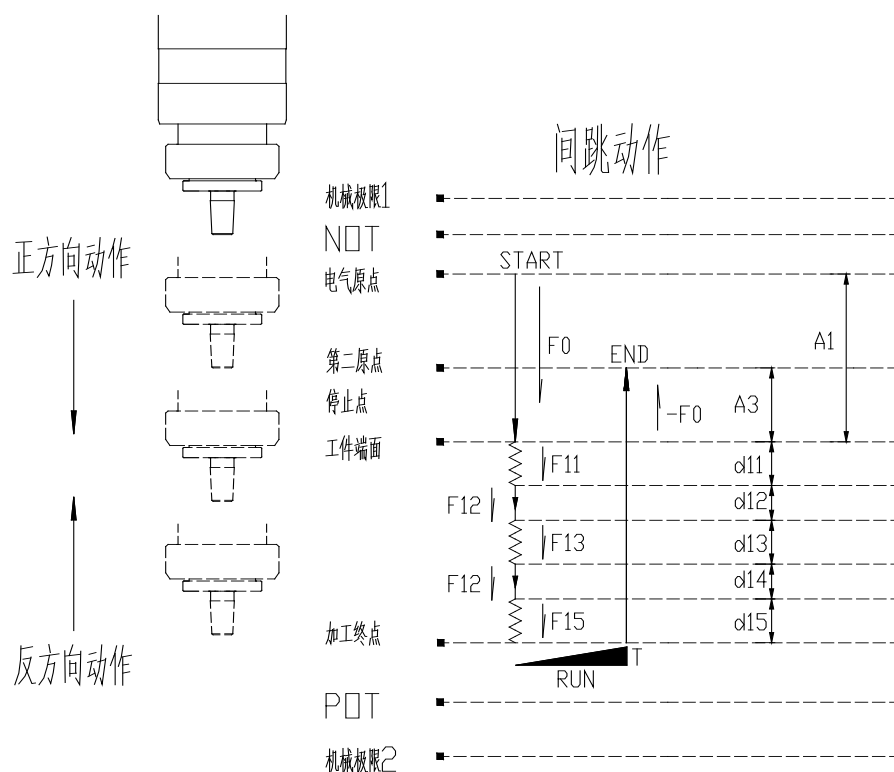

图 10-3 间跳模式动作图
(1) CHOOSE1 信号为 OFF、CHOOSE2 信号为 ON 时跳模式被选择, POS10K 信号此时为 OFF、POS20K 信号此时为 ON。
(2) 周期开始后伺服驱动器输出 RUN 信号, 间跳模式时 (图 10-3): 初期马达以 F0 (P7. 01) 为速度正向前进 A1 (P7. 02) 行程, 至工件表面时马达以 F11 (P7. 19) 为切削速度时的转速, 切削加工 d11 (P7. 14) 行程, 再以 F12 (P7. 20) 为切削速度时的转速, 切削加工 d12 (P7. 15) 行程, 直至 d15 (P7. 18) 段完成后驻停, 延时 T0 (P7. 08) 后以 -F0 为速度反向动作 d11+d12+d13+d14+d15+A3 (P7. 14+P7. 15+P7. 16+P7. 17+P7. 18) 距离, 回到第二原点, 加工周期完成, 伺服输出信号 END, 此时 RUN 信号停止输出。第二周期初期马达还是以 F0 (P7. 01) 为速度正向前进, 行程从第一周期时的 A1 (P7. 02) 变为 A3 (P7. 04)。